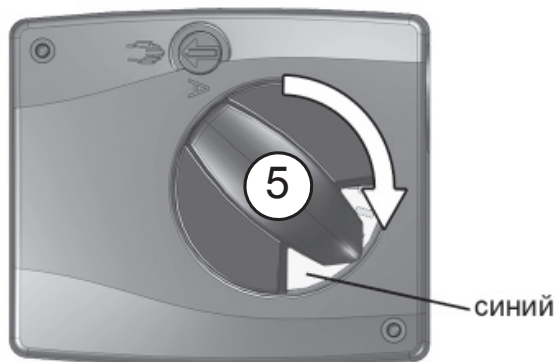

Рис.13
5. Поворотную рукоятку (6) снова надеть на зубчатый вал (8) и повернуть на 90° в иную область (рис. 13).